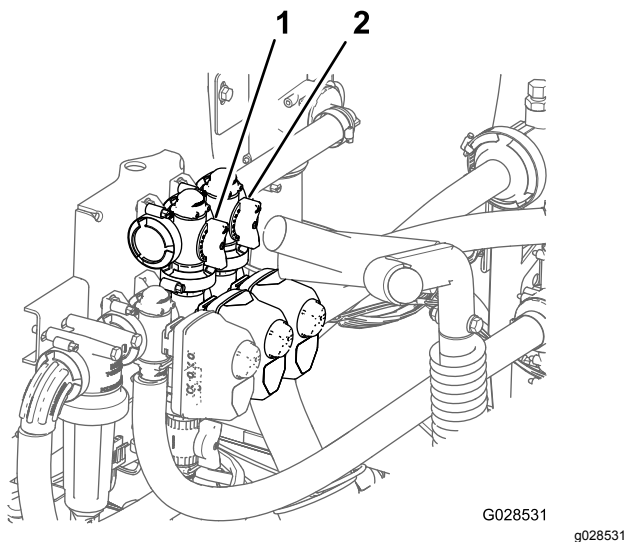

図 76
11. 攪拌バルブの背面についている攪拌バイパスバルブ 図 76 を使って、水圧計の読みが 6.9 bar になるように調整する。
8. マスターブーム・バイパスハンドルを使ってタンク内の攪拌動作を調整する 図 76。